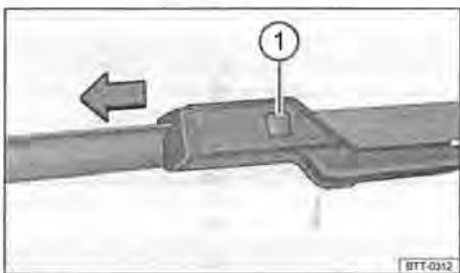

Fig. 121 Sostituzione delle spazzole del tergicristallo
- Tenere premuto il tasto di sbloccaggio e contemporaneamente sfilare la spazzola tirandola nella direzione indicata dalla freccia → fig. 121 ①.